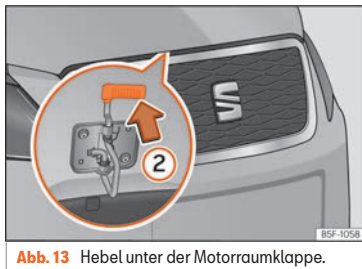

Abb. 13 Hebel unter der Motorraumklappe.
- Zum Anheben der Motorraumklappe drücken Sie die Wippe unterhalb der Motorhaube nach oben »» Abb. 13 ②. Dabei wird der Fanghaken entriegelt.